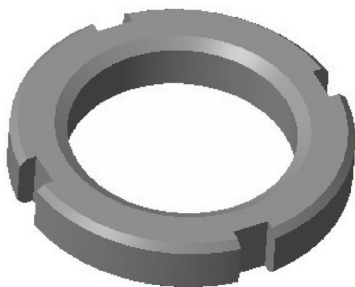

图 7-1 打开模型文件
STEP 01 单击快速访问工具栏中的“打开”按钮, 打开模型文件, 如图 7-1 所示。